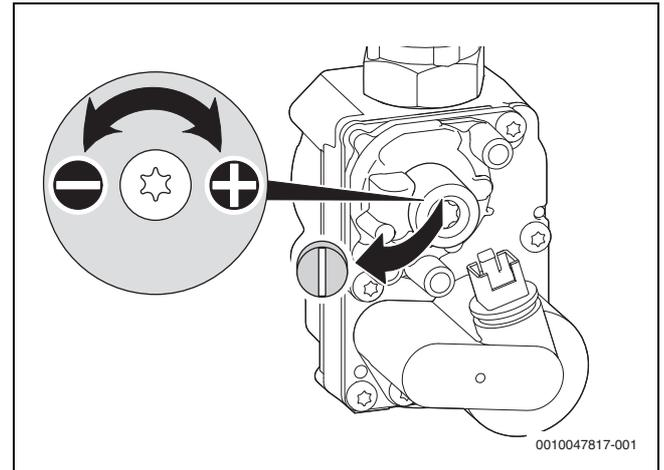

Fig. 33 Retirar el precinto en el tornillo de ajuste
- ▶ Si el valor se encuentra entre 0 y -0,1 mbar, ajustar la presión diferencial tal como se lo visualiza abajo (→ fig. 33).